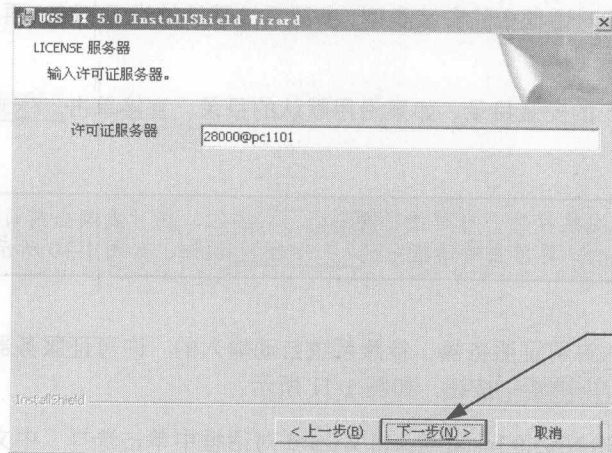

图 1-11 许可证服务器
13. 系统提示输入许可证服务器, 参照系统自动输入的“许可证服务器”名称不变, 再单击对话框中的 **下一步(N) >** 按钮, 如图 1-11 所示。